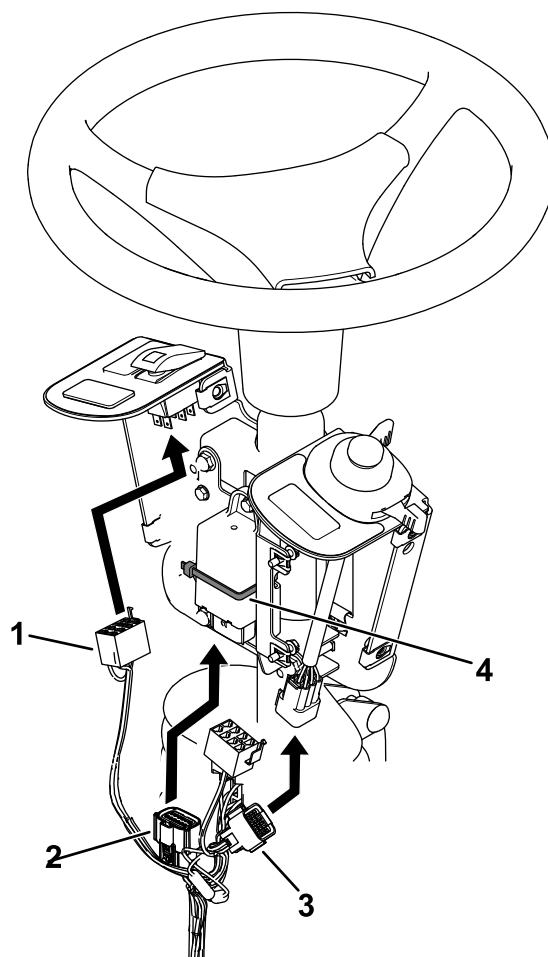

Figure 7
5. Sécurisez la centrale clignotante avec un attache-câble (**Figure 7**).
6. Branchez le faisceau à l'interrupteur à bascule et à la commande multifonction (**Figure 7**).
7. Branchez le faisceau à la centrale clignotante (**Figure 7**).